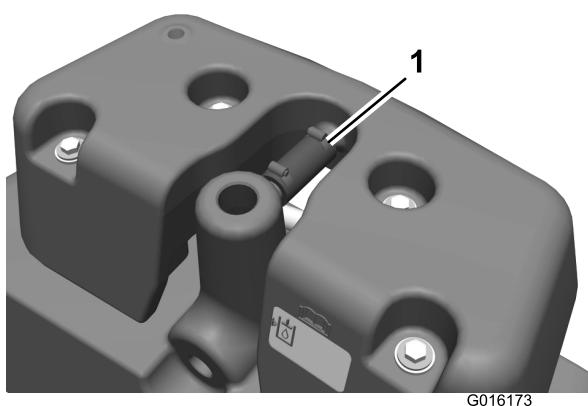

Figura 2
8. Desaperte os grampos sem-fim e retire o tubo de escoamento (Figura 2).
- Prenda a extremidade livre do tubo de derrame ao tubo no depósito do detector de fugas com um grampo sem-fim (Figura 2).